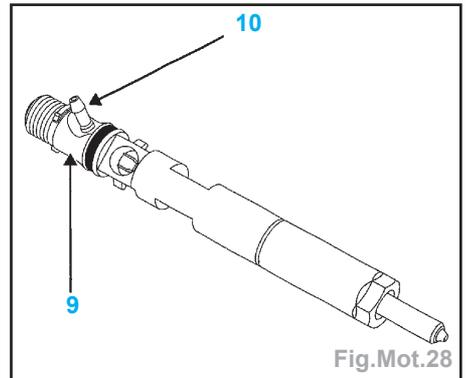

Fig.Mot.28
- les connecteurs des injecteurs (3),
- sur la pompe, les tuyaux d'alimentation (4) et de retour (5),
- le tuyau de retour (6) reliant les injecteurs à la pompe.
- la goulotte (7) située sur la rampe de carburant,
- Débrancher le connecteur du capteur de pression de rampe (8).
- lors du desserrage des tuyaux haute pression, il est impératif de maintenir le raccord intermédiaire (9) de l'injecteur (Fig.Mot.28).
- ne pas endommager la canule (10) de retour de fuite de l'injecteur.
Attention : • lors du serrage des tuyaux haute pression, il est impératif de maintenir le raccord intermédiaire (10) de l'injecteur (Fig.Mot.28).
Attention : • lors du desserrage des tuyaux haute pression, il est impératif de maintenir le raccord intermédiaire (9) de l'injecteur (Fig.Mot.28).